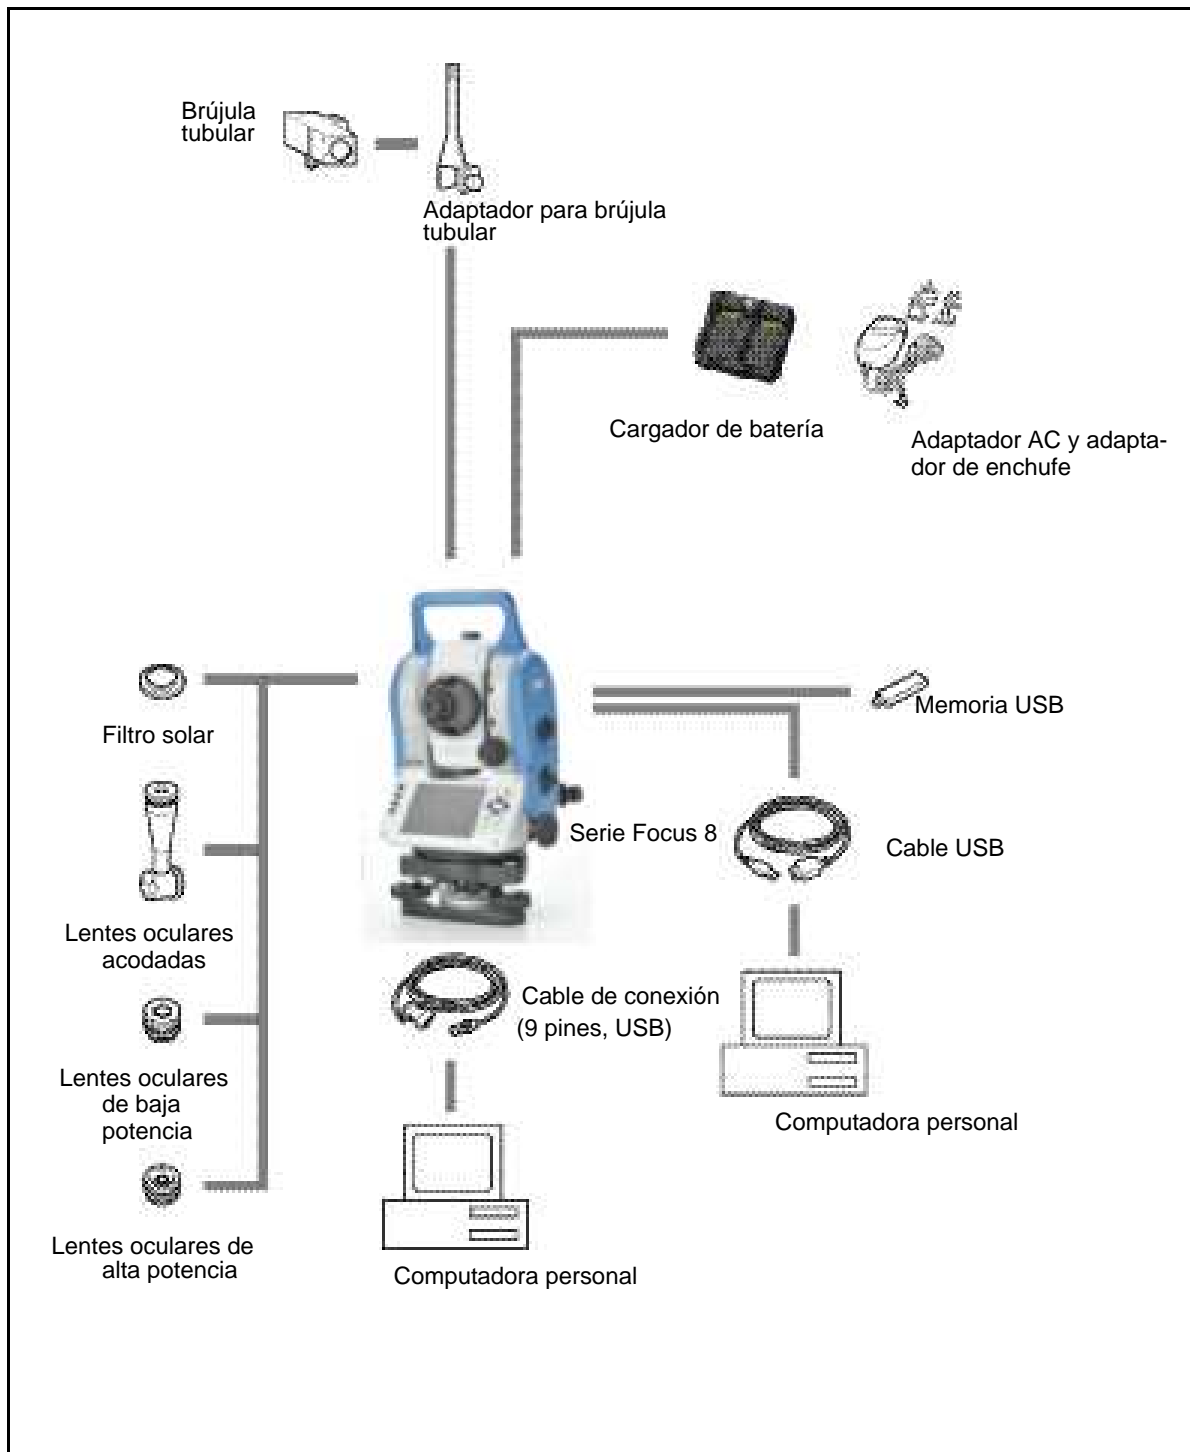

Figura 6.1 Lado de medición
**Precaución** – Excepto por la conexión que se muestra en la Figura 6.1 de la página 58, el uso de dicho conector correrá por cuenta y riesgo del usuario.